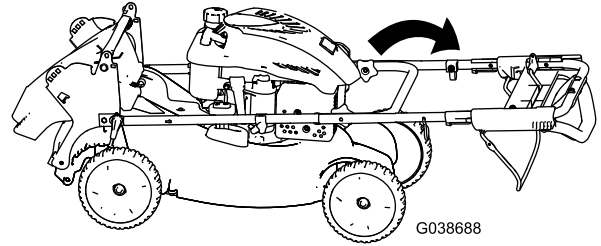

Bild 5
2. Schieben Sie den oberen Griff vorsichtig nach vorne, bis die Griffhälften ausgerichtet sind und eng anliegen, siehe Bild 5.